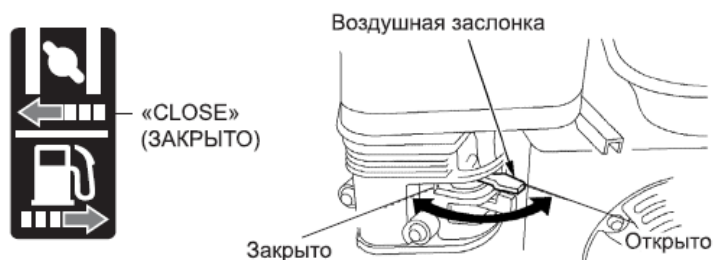

Рисунок 10 – Воздушная заслонка
6.3.2. При запуске холодного двигателя рычаг воздушной заслонки должен находиться в положении «закрото» - крайнее левое положение (рисунок 10).